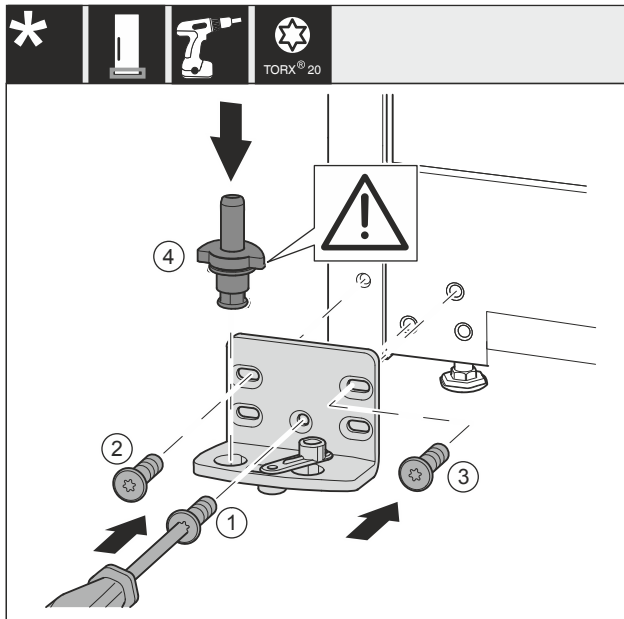

Fig. 38 *
- Lagerbock auf der anderen Seite ansetzen und mit Hilfe eines Schraubendrehers anschrauben. Mit der Fig. 38 (1) unten in der Mitte beginnen.*
- Schraube Fig. 38 (2) und Fig. 38 (3) festschrauben.*
- Lagerbolzen Fig. 38 (4) komplett einsetzen. Dabei darauf achten, dass der Rastnocken nach hinten zeigt.*